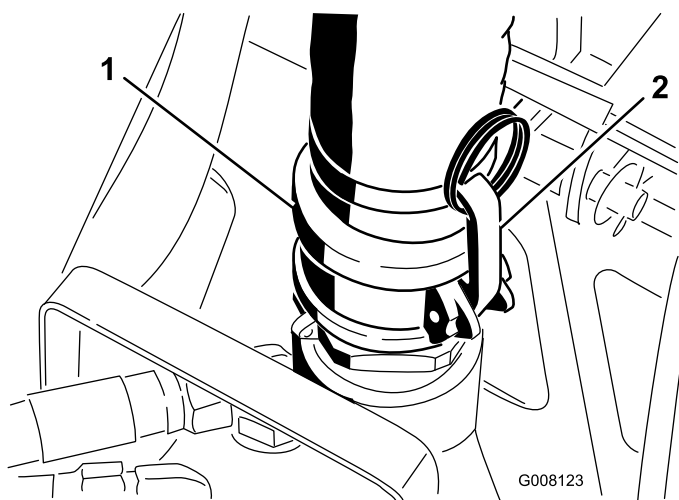

Figure 13
3. Ouvrez les verrous et débranchez le flexible de décharge de la pompe (Figure 13).
15. Branchez le flexible de décharge à la pompe et fermez les verrous (Figure 13).